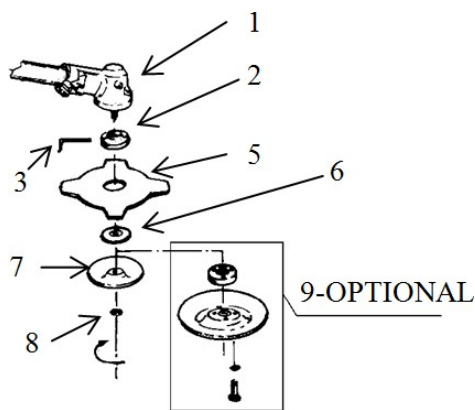

Fig. 11
- Fixation: démontez de la boîte du couple conique l'écrou borgne, l'écrou de sûreté, la bride et le collier. Comme d'après la fig. 11 positionnez le disque (détail 5) sur l'arbre fileté à la sortie de la boîte du couple conique (détail 1) puis logez-le sur le collier de centrage (détail 2), introduisez ensuite la bride de fixation du disque (détail 6), la coupelle d'appui (détail 7) puis bloquez à l'aide de l'écrou de sûreté (détail 8).